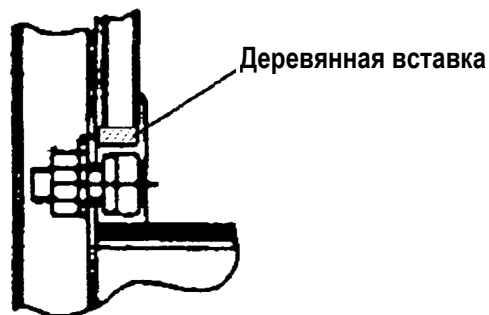

Рис. 9
3. Поместите деревянные вставки в крепление зеркала. **Рис. 9.**